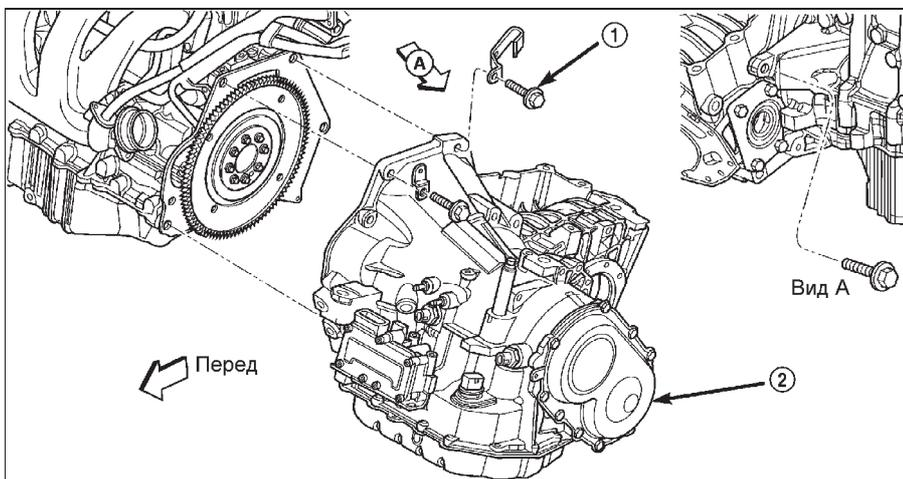

Рис. 14. Снятие и установка АКПП. 1 - болт (3 шт.) 2 - АКПП.
- (1) Поднимите автомобиль.
- (2) Отсоедините быстрый разъем гидравлической трубки (рис. 14).
- (3) Модели 2.0/2.4L: Снимите левую продольную стяжку.
(27) Осторожно опустите силовой агрегат до получения достаточного пространства для снятия болтов крепления АКПП (рис. 14). Отверните болты.